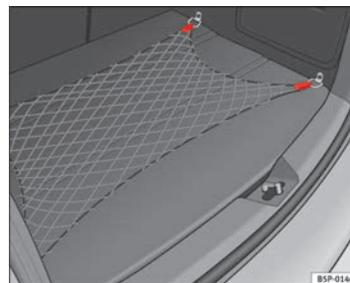

Fig. 108 Rede porta-objetos do porta-bagagens ▶
- Utilizar as anilhas de fixação existentes nas laterais do porta-bagagens, para fixar a rede porta-objects ⇒ Fig. 108.